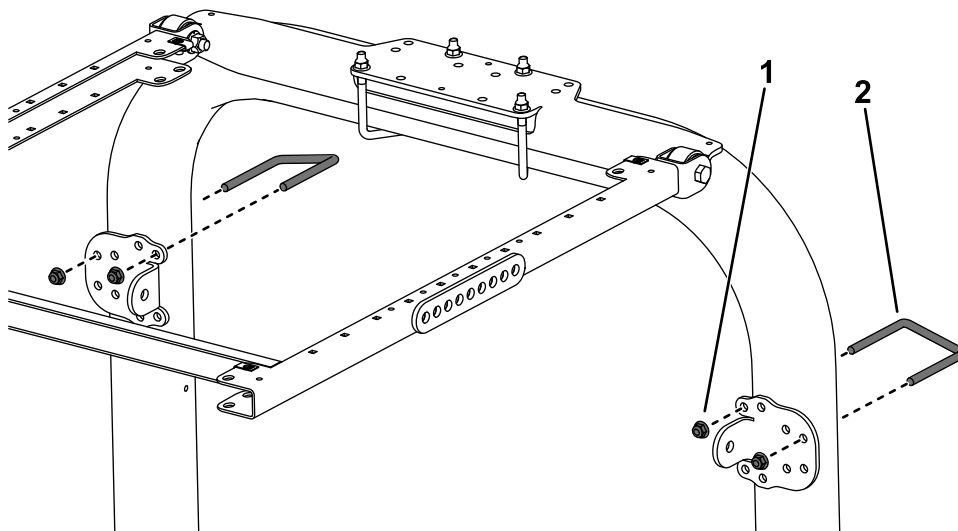

Figura 4
4. Usando los taladros de montaje indicados en la Figura 4, sujete provisionalmente cada uno de los soportes de los tirantes a los postes de la barra antivuelco con un perno en U ( $3\frac{1}{8}$ " x 4") y 2 tuercas con arandela prensada.